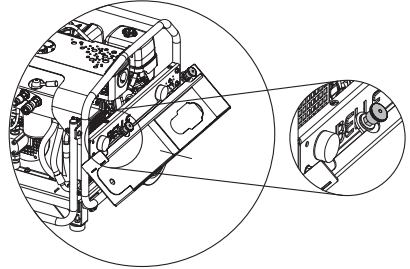

Imagen 3
4. Enganche la brida de la bandeja de herramientas bajo el protector lateral instalado y retraiga ambos vástagos (**consulte la imagen 3**)